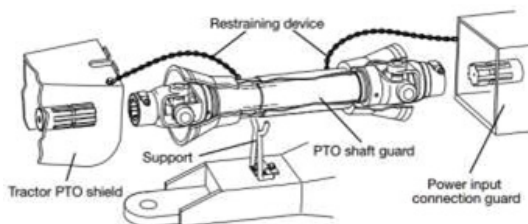

Figura 16- Conexión de la cadena de seguridad del eje de la TDF.
- Se suministran cadenas pequeñas con la línea de transmisión. Deben estar conectadas a las protecciones de la línea de transmisión interior y exterior y al tractor para restringir la rotación de las protecciones. (Figura 16)